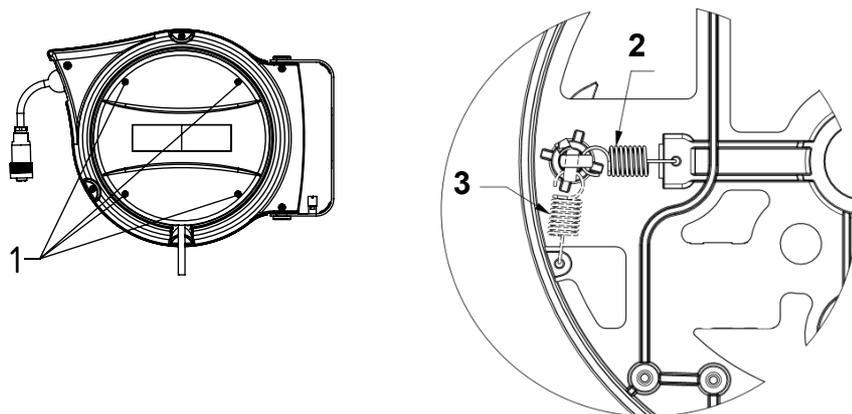

Fig. 16 :
- Desserrer les quatre vis (1) et retirer le cache latéral (voir Fig. 16).